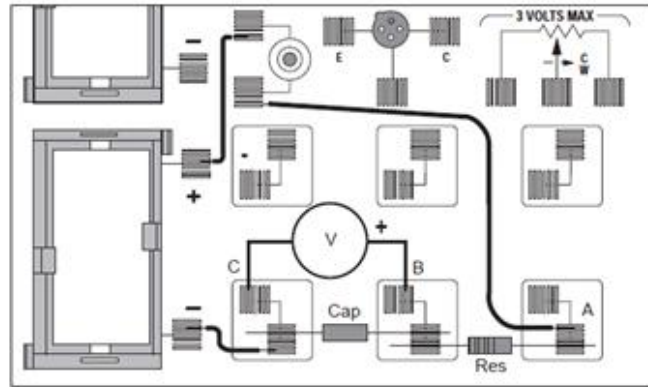

Figura 7.1: Esquema de montagem do circuito.
1. Monte o circuito mostrado na Figura 7.1, usando um resistor de $10\text{ k}\Omega$ e um capacitor de $330\ \mu\text{F}$. Note que o capacitor possui uma polaridade. O polo negativo é indicado por flechas. O lado positivo geralmente é o que possui um estrangulamento. Ao montar o circuito conecte o lado negativo do capacitor ao negativo da fonte.
2. Conecte o Multímetro Digital de modo que o polo negativo (preto) fique ligado ao lado negativo do capacitor. Configure o multímetro para uma leitura máxima de 2 V DC. Caso o multímetro acuse alguma leitura, isso significa que há carga no capacitor. Será necessário descarregá-lo! Para isso ligue o capacitor em série com o resistor. Você pode usar um pedaço de fio para fazer isso (Conecte as extremidades do fio aos pontos A e C mostrados na Figura 7.1 para descarregar o capacitor). Agora a leitura no multímetro deverá ser zero.